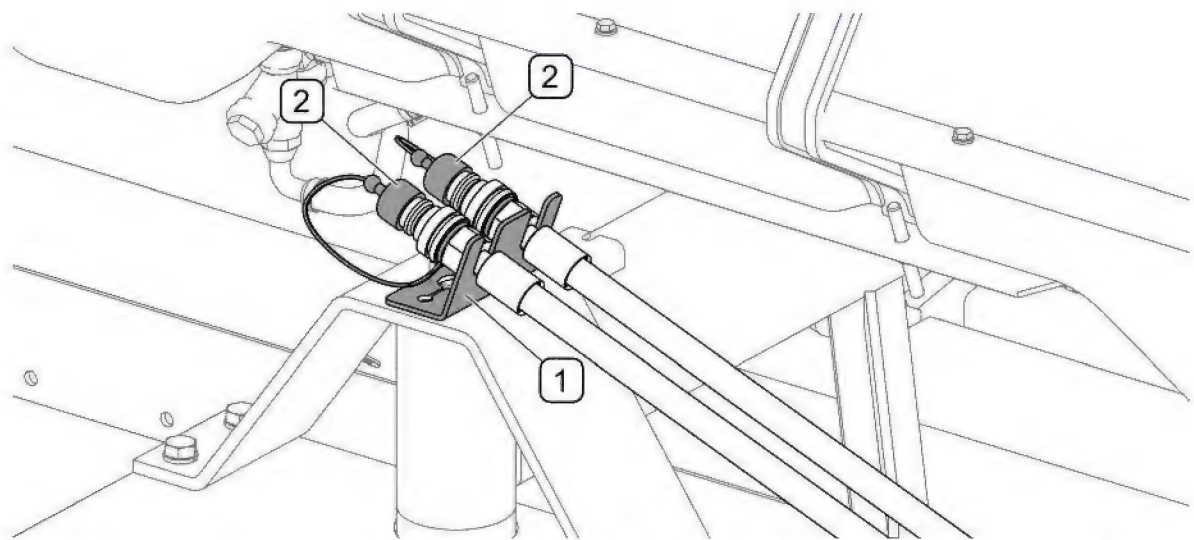

FIGURE 4.13A PROTECTION DES BROCHES APRES LEUR DECONNEXION DU TRACTEUR
- Détacher les broches des tuyaux hydrauliques, les protéger avec les bouchons et placer dans un support spéciale sur le cadre (FIGURE 4.13A)